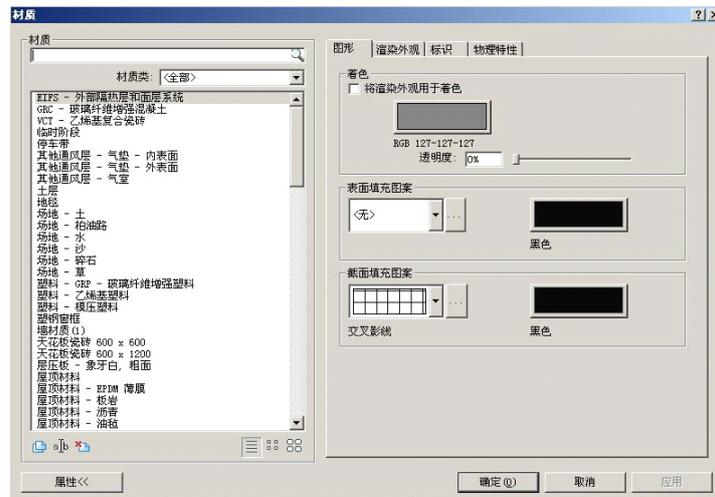

图 17.4-1
- 单击“管理”选项卡的“项目设置”面板中的  命令，打开“材质”对话框（如图 17.4-1 所示）。